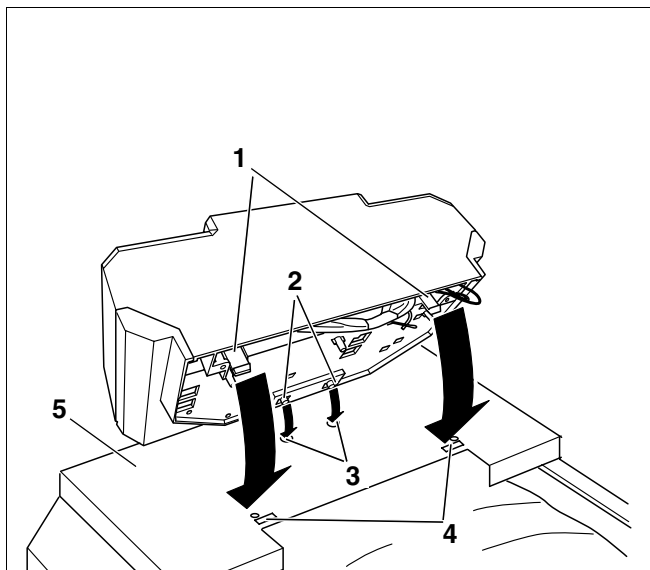

Fig. 56 Montarea aparatului de reglare (de exemplu, aparatul de reglare Logamatic 2107)
- Dispozitivele de fixare intercalate ale aparatului de reglare se fixează (Fig. 56, **Poz. 2**) în găurile ovale (Fig. 56, **Poz. 3**) de pe capacul frontal al cazanului (Fig. 56, **Poz. 5**).
- Dispozitivul elastic de fixare al aparatului de reglare (Fig. 56, **Poz. 1**) se va fixa în capacul frontal al cazanului (Fig. 56, **Poz. 4**) prin apăsare în locul prevăzut.